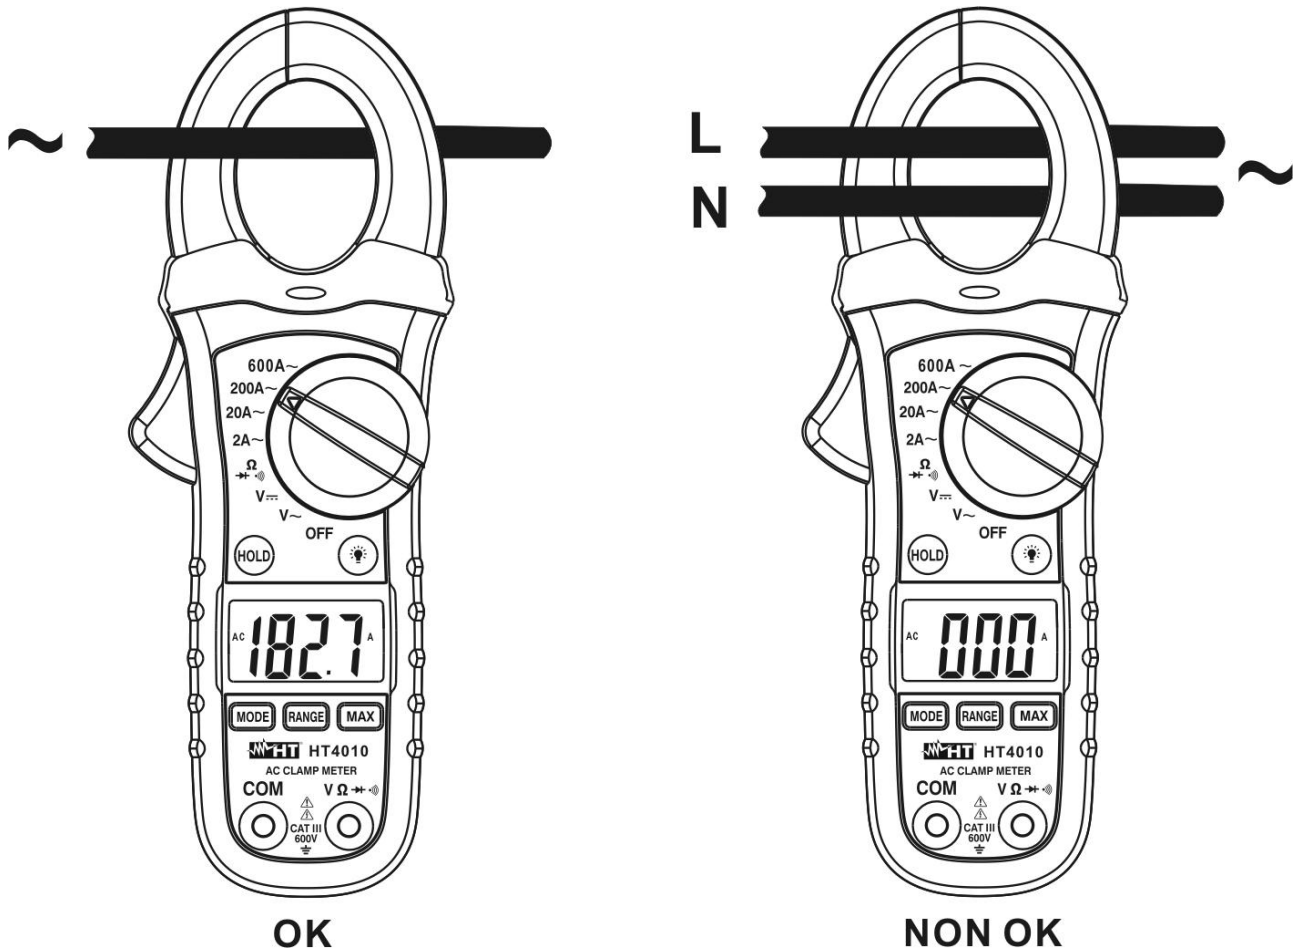

Fig. 4: Uso da pinça para medição de Correntes CA
2. Inserir o cabo no interior do toróide (ver Fig. 4). O valor da corrente é apresentado no display